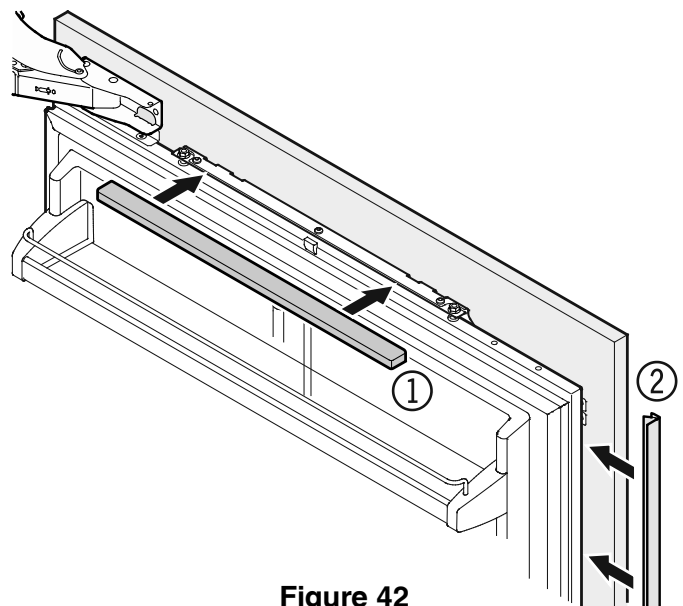

Figure 42
11. Enclencher le cache (1).
Insérer le bourrelet fourni (2) entre la porte et le panneau du réfrigérateur (**Figure 42**).